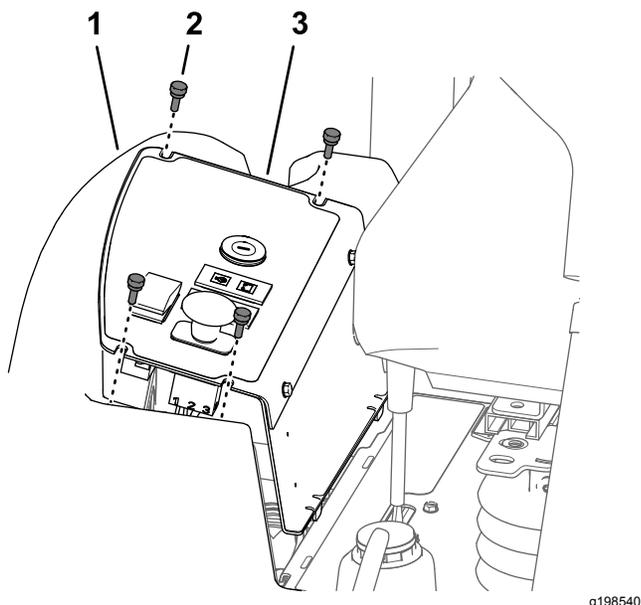

Figure 52
1. Retirez les 4 vis à oreilles qui fixent le panneau de commande au réservoir de carburant (Figure 52).
2. Soulevez le panneau de commande (Figure 52).
3. Alignez les fentes au sommet du panneau de commande et les trous dans la bride du réservoir de carburant (Figure 52).
4. Fixez le panneau de commande à la bride du réservoir de carburant à l'aide des 4 vis à oreilles (Figure 52) que vous avez retirées à l'opération 1 de Dépose du panneau de commande (page 54).